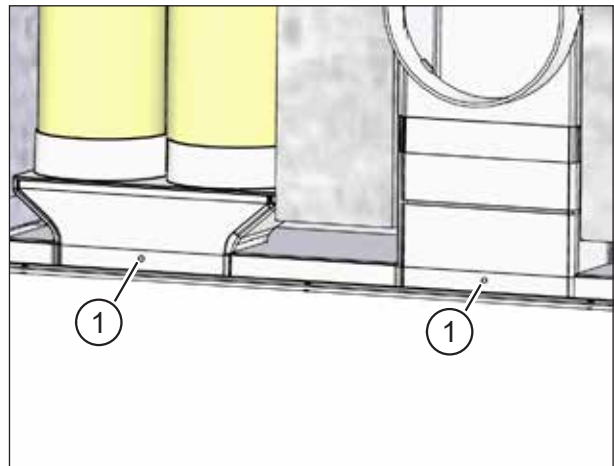

Abb. 29: Flachkanal- / Flexrohranschlüsse am Mauerkasten befestigen
Im Putzrahmen befinden sich zwei Bohrungen (Pos. 1 in Abb. 29), um die Flachkanal- bzw. Flexrohranschlüsse am Mauerkasten mit Blindnieten zu befestigen. Diese Bohrungen müssen auch in den Flachkanal- bzw. Flexrohranschlüssen angebracht werden.
- ▶ Bohren Sie mit dem 3-mm-Bohrer durch die Löcher im Putzrahmen (Pos. 1 in Abb. 29) in die Flachkanal- bzw. Flexrohranschlüsse.